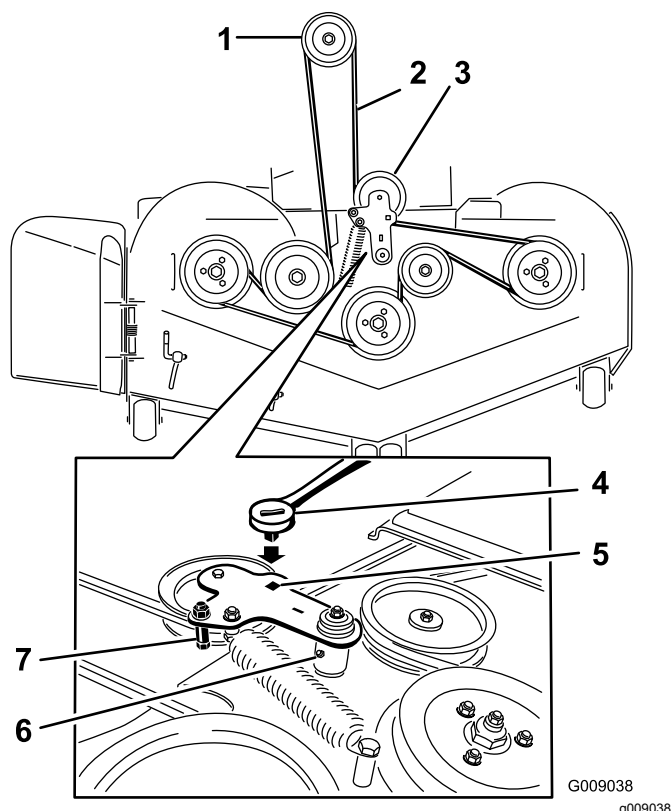

Figure 84
7. Insérez un rochet dans le trou carré du bras de la poulie de tension pour détendre le ressort de la poulie de tension (Figure 84).
9. Enlevez le guide de courroie situé sur le bras de la poulie de tension rappelé par ressort (Figure 84).
11. Acheminez la courroie neuve autour des poulies du plateau de coupe et de la poulie d'embrayage, sous le moteur (Figure 84).
12. Montez le guide de courroie sur le bras de la poulie de tension (Figure 84).
13. Insérez le rochet dans le trou carré et montez le ressort de la poulie de tension (Figure 84).